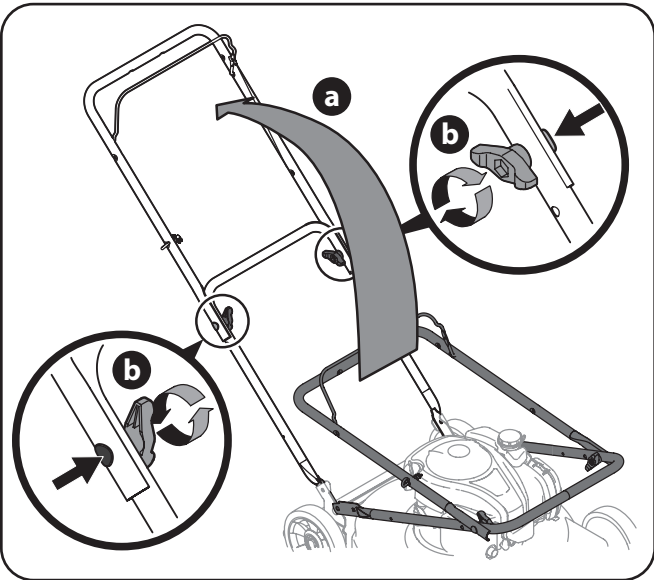

Figura 3-1
a. Tire y retroceda la manija superior como se muestra en la Figura 3-1. Asegúrese de que la manija inferior esté asentada firmemente en los soportes de montaje de la manija. Asimismo, no presione los cables mientras levanta la manija.